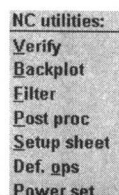

图 1.12
- ❑ NC utilities (公共管理): 提供了实体切削模拟和 NCI 文件编辑等功能, 如图 1.12 所示。